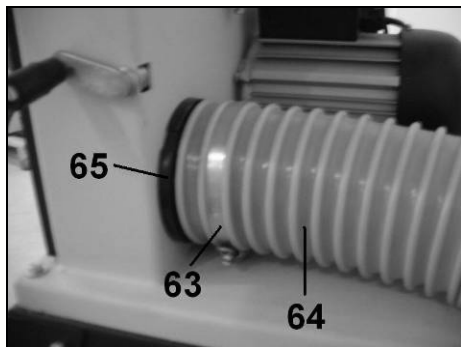

Fig 30
- Placez le deuxième collier (63) à l'autre extrémité du tuyau Ø100mm (64) (Fig 30).
- Emmanchez le tuyau (64) sur le manchon d'extraction de la machine (65), puis serrez le collier (63).